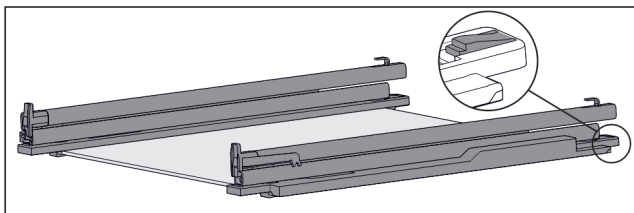

Fig. 149 Glashylla med skenor och fästdelar
- ▶ Tryck ned bakre fästdel (se Fig. 149) och skjut samtidigt skena bakåt.